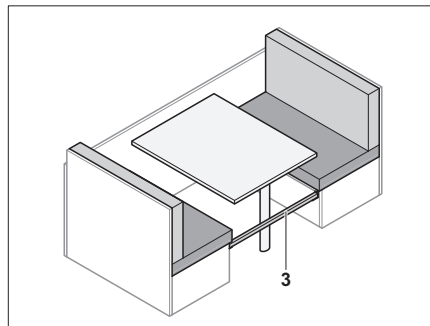

Bild 60 Verstärkungsplatte einsetzen
- Zusatzleiste (Bild 60,3) zwischen die Sitzbänke einsetzen.